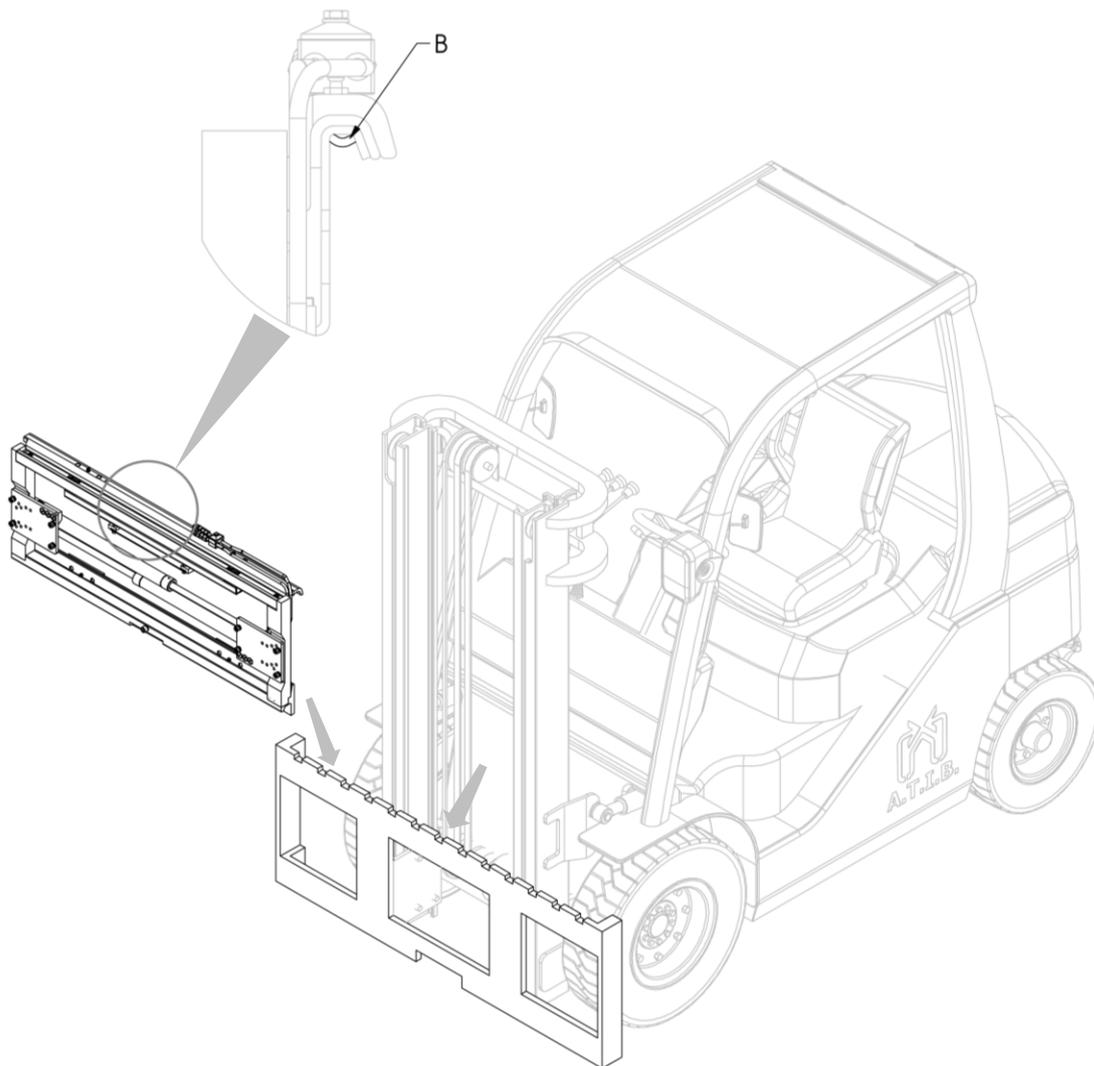

Figure 11
6. Accrocher l'équipement à l'aide d'un pont roulant ou d'un palan de capacité suffisante et le positionner sur la plaque porte-fourche, en prenant soin d'encaster la dent de centrage **B** dans l'encoche centrale de la plaque (voir *Figure 11*).